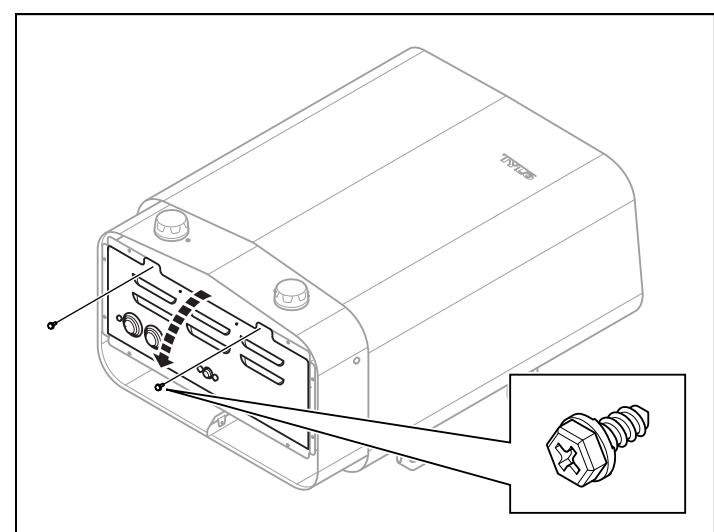

Рисунок 5: Откройте/закройте крышку
2. Ослабьте винты и откройте крышку (см. Рисунок 5, страница 18).
**4.** Закройте крышку и закрутите винты (см. Рисунок 5, страница 18).